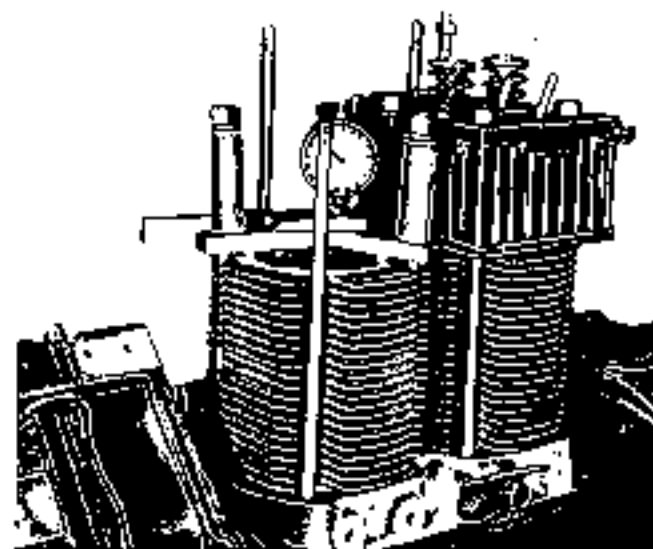

Fig. 34 - Controllo della distanza tra il cielo del pistone ed il piano di appoggio della guarnizione di testa del cilindro
- montare, la massa, con la lettera S bullinata, nella sua sede, nel supporto B, indi inserire anche la massa D facendo coincidere i denti bullinati, come riportato in fig. 34 b;
Controllare che il cielo del pistone al P.M.S. disti dai valori previsti rispetto al piano di appoggio delle guarnizioni di testa con i seguenti attrezzi (Fig. 34).
- il gruppo così ottenuto dovrà essere montato sotto il monoblocco curando che i riferimenti dai denti coincidano come in fig. 34 b.
Fig. 34 b - Registrazione e misura in fase delle masse controllanti